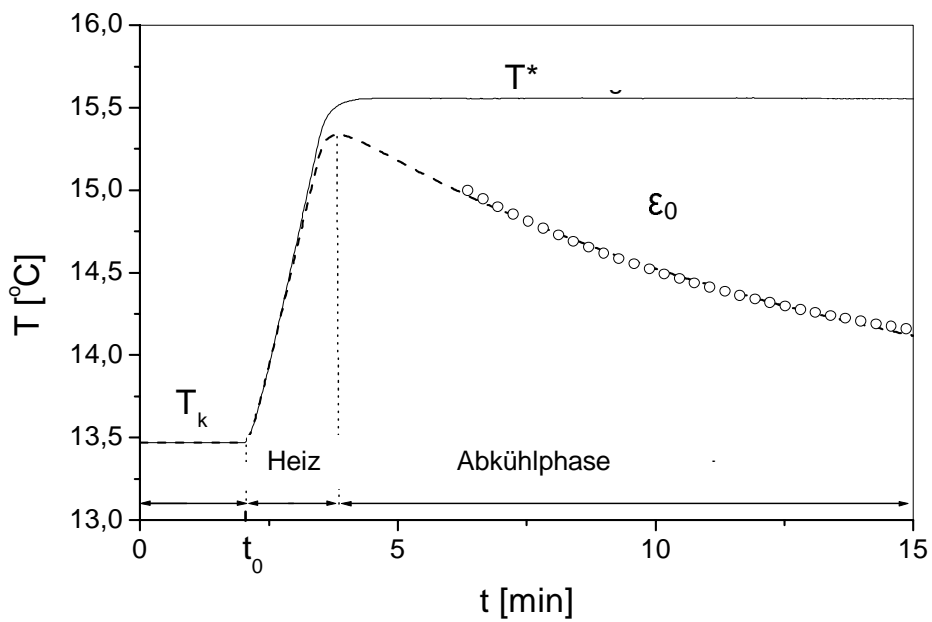

Abb. 2: Bestimmung der korrigierten Kalorimetertemperatur  $T^*$  aus dem Zeitabfall während der Abkühlphase
Zur Bestimmung der korrigierten Kalorimetertemperatur  $T^*$  braucht man  $\varepsilon_0$ . Wie Abb.2 zeigt, kann die Abkühlrate  $\varepsilon_0$  aus dem Temperaturverlauf beim Abkühlen des Kalorimeters bestimmt werden. Wegen  $dQ/dt = 0$  verkürzt sich Gl.(7) zu